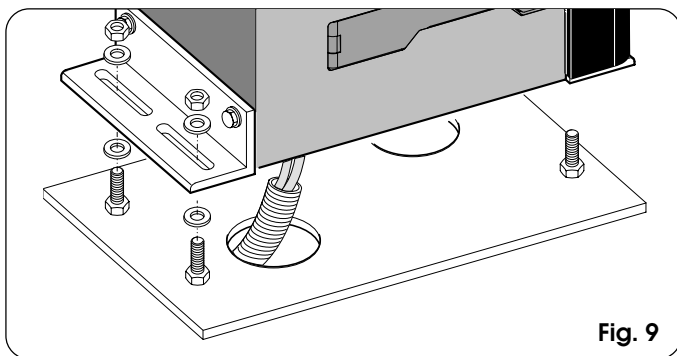
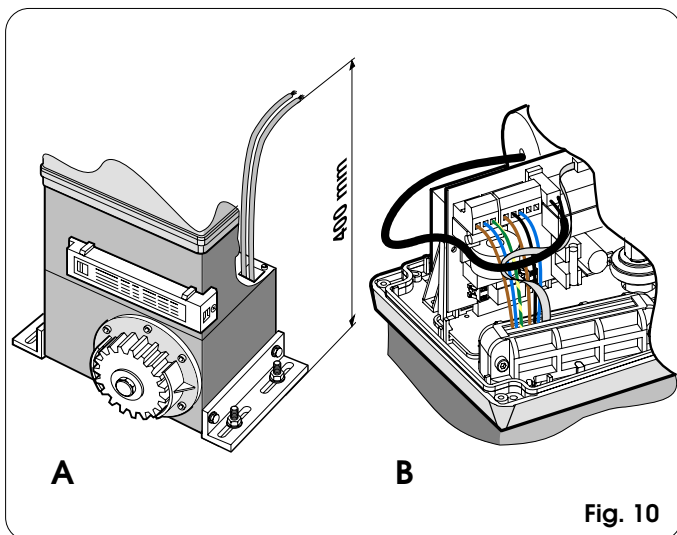

Fig. 9
Fig. 10
- 3) Collocare l'operatore sulla piastra utilizzando le rondelle e i dadi in dotazione come da Fig.9. Durante tale operazione fare passare i cavi attraverso l'apposito condotto presente nel semicorpo inferiore dell'operatore (Fig.10 - Rif. A). Per accedere all'apparecchiatura elettronica, fare passare i cavi attraverso l'apposito foro utilizzando il pressacavo con gomma in dotazione. Prestare particolare cura a sguainare tutti i cavi in modo che il pressacavo faccia tenuta solo sui singoli fili (Fig.10 - Rif. B).